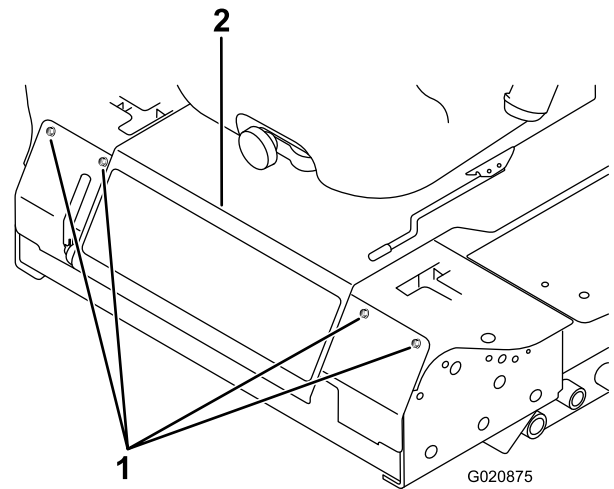

Figure 54
- Retirez les boulons de fixation du panneau avant et déposez le panneau (Figure 54).